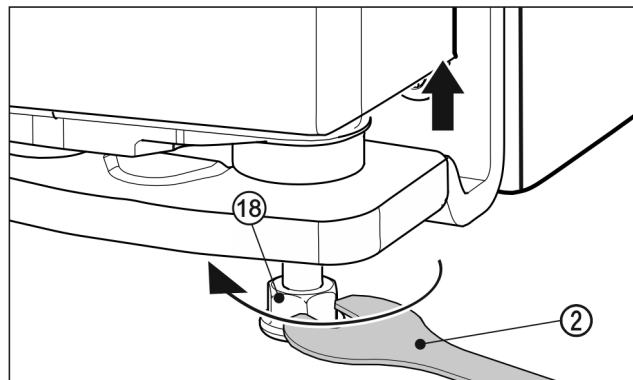

Fig. 23
- Zum Anheben der Tür den Stellfuß Fig. 23 (18) mit dem beiliegenden Gabelschlüssel Fig. 23 (2) rechts herum bis Kontakt auf Fussboden herausdrehen. Dann weiter drehen bis die Tür in der Höhe verstellt ist. Im Auslieferungszustand ist der Lagerbolzen ganz eingedreht.